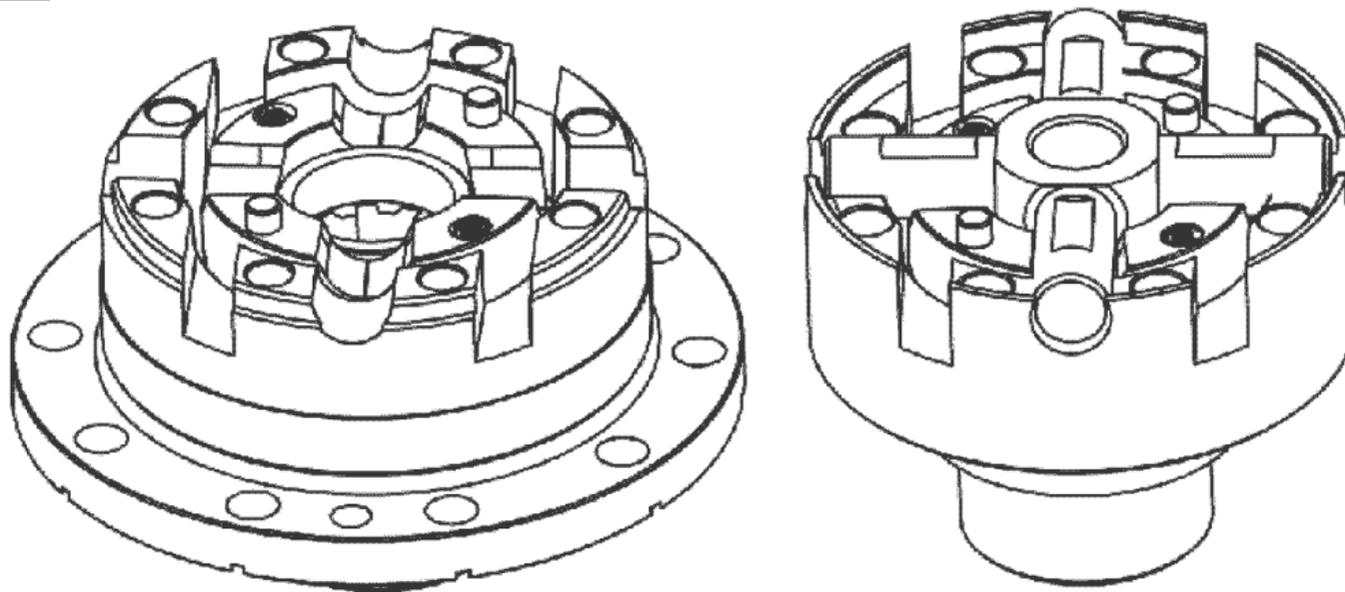

рис.3
- Результат всех проделанных операций отражен на рис.3